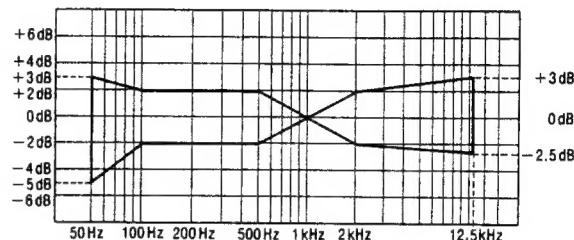

Abb. 8
5. Geben Sie das aufgenommene Signal wieder und achten darauf, daß dieses sich im Vergleich zur Bezugsfrequenz (1 kHz) in dem in Abb. 8 aufgezeichneten Bereich befindet.